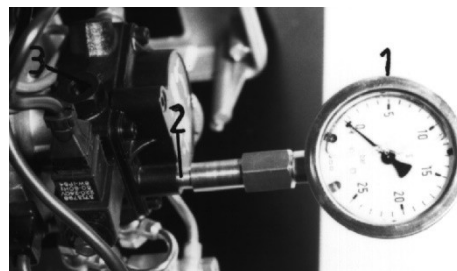

Abb. 17
- Verminderung der Ölmenge durch Herabsetzen des Pumpendruckes: Links-drehung der Druckverstellungsschraube an der Pumpe (Abb. 17 Pos. 3.)
Kontrolle des eingestellten Druckes durch Lösen der Verschluss-schraube (Abb. 17 Pos. 2) und Eindrehen eines Druckmanometers (Abb. 17 Pos. 1).